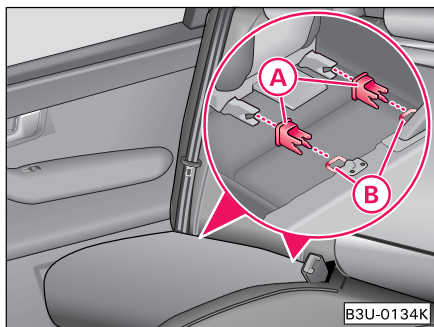

Fig. 143 Punctele de ancorare (Sistemul ISOFIX)
- Introduceți elementele de prindere (A) în punctele de ancorare (B) dintre spătar și perna de șezut ⇒ Fig. 143.